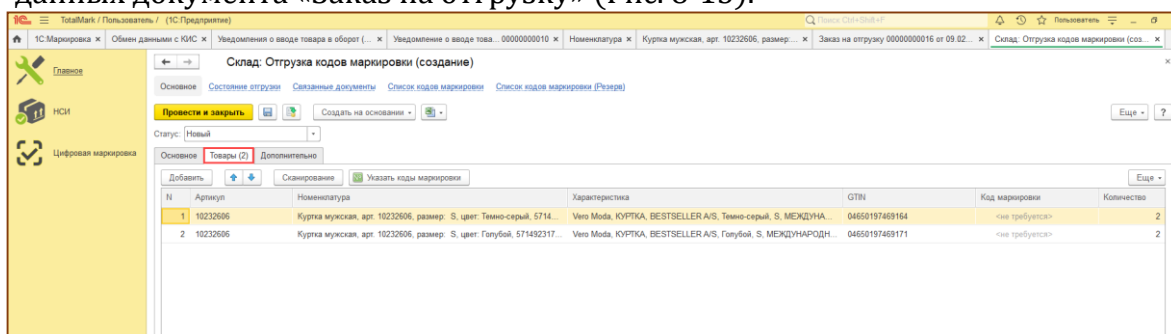

Рис. 8-15 - Создание Отгрузки в ТМ
- План отгрузки в табличной части «Товары» (Артикул, Номенклатура, Характеристика, GTIN, Количество) заполнится автоматически на основе данных документа «Заказ на отгрузку» (Рис. 8-15).